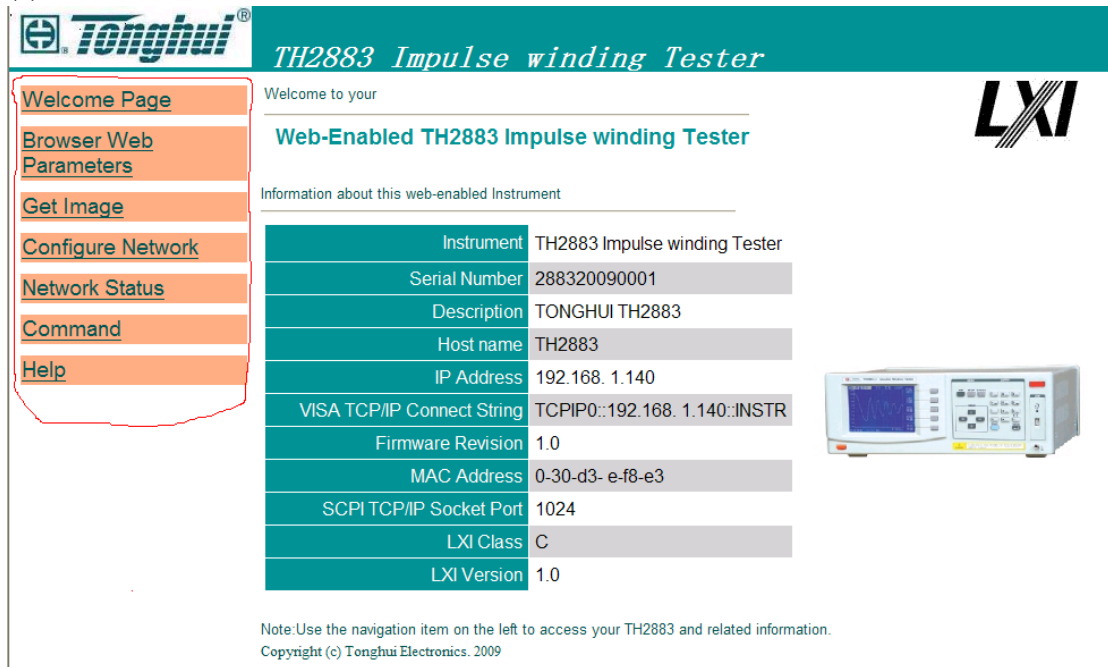

图 6-11 通过浏览器访问 TH2883S
- (1) 启动 Internet Explorer。
- (2) 在地址字段键入 http://192.168.1.140/, 再按回车键。
- (3) 显示 Web 服务器的启动屏幕, 如图 6-11 所示。